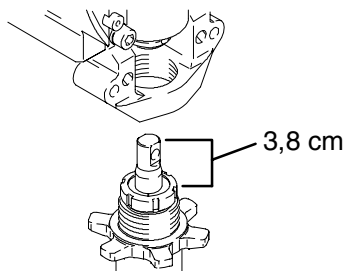

Fig. 14
1. Fig. 14. Dra ut kolvstången 3,8 cm. Skruva in pumpen tills hålen i korslänklagret och kolvstången riktats in mot varandra.